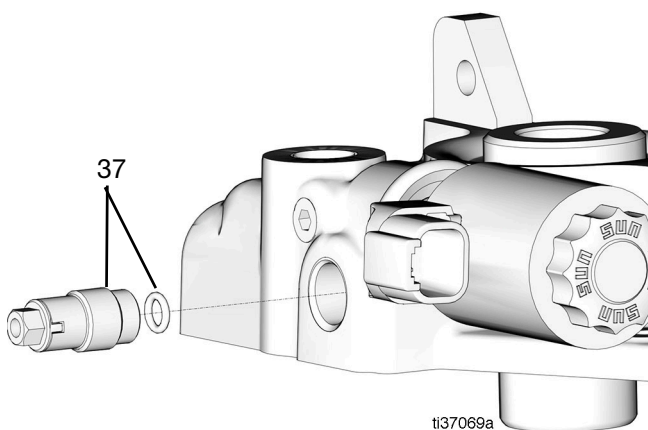

FIG. 73
33. Coloque la junta tórica en la válvula de retención y, luego, coloque la salida de la bomba y apriete (a un par de 21,7 N•m [16 lb-pie]) (FIG. 73).